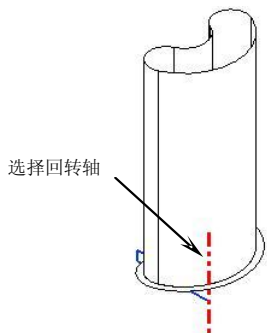

图7-8
5. 选择上一步绘制的草图轮廓，在【成形特征】工具条中单击【回转】按钮，弹出【回转】对话框。单击 **MB2** 选择回转轴，如图 7-8 所示。单击【更多选项】按钮，在【体类型】复选框中选择【片体】选项，然后单击